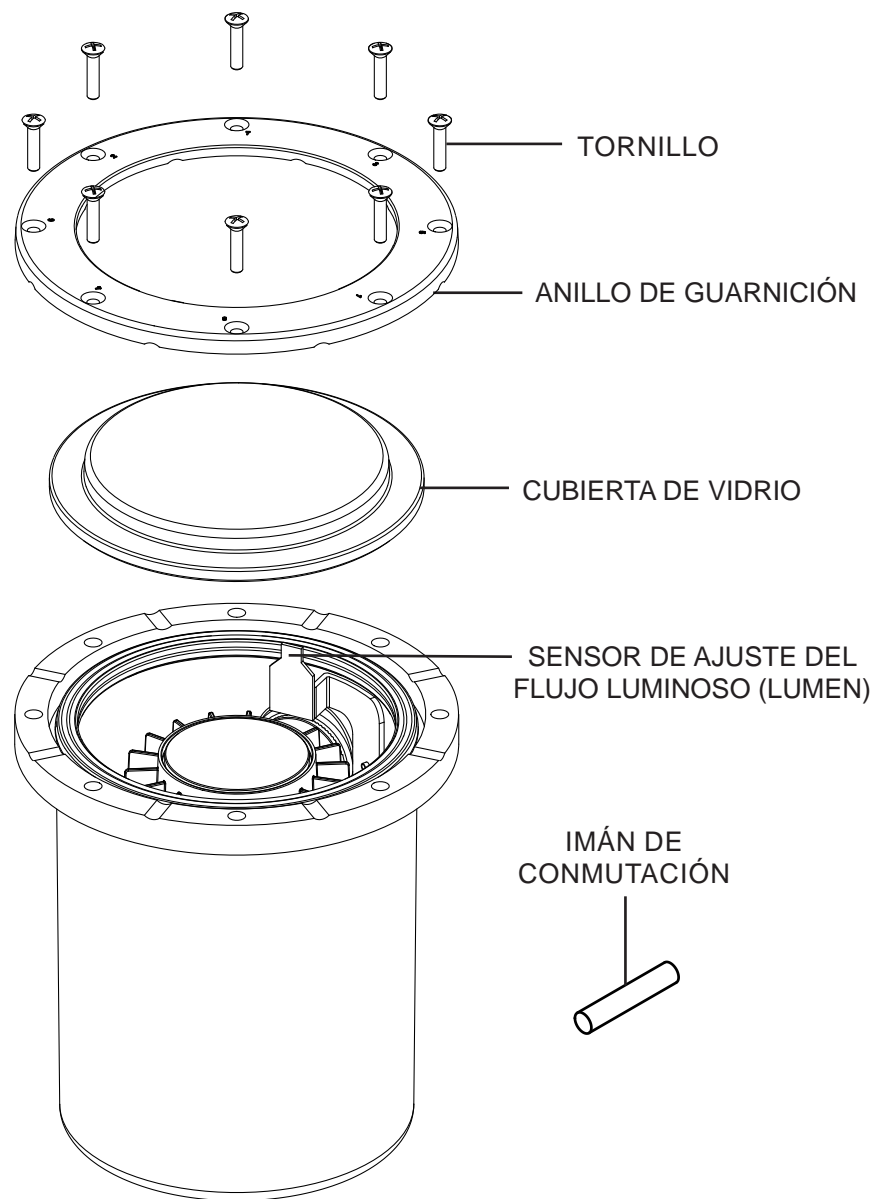

Figura 1
- Retire el anillo de guarnición, la cubierta de vidrio y los 8 tornillos, coloque los accesorios en un lugar seguro. Vea la Figura 1.
- Una vez que el haz se haya ajustado a la posición deseada, vuelva a montar la cubierta de vidrio y el anillo de guarnición con los 8 tornillos. Vea la Figura 1.